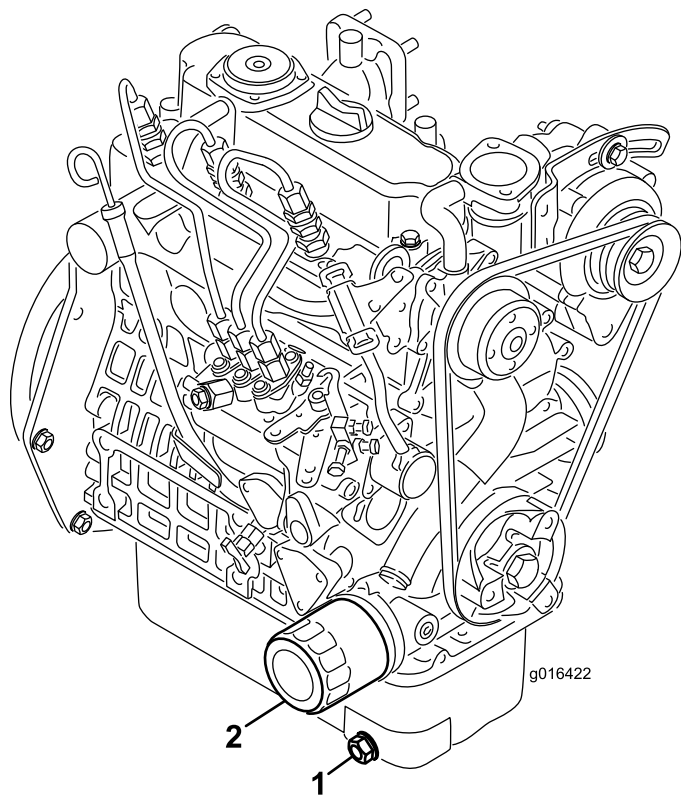

Рисунок 34
1. Снимите маслосливную пробку (Рисунок 34) и дайте маслу стечь в сливной поддон. Когда масло перестанет течь, установите маслосливную пробку на место.